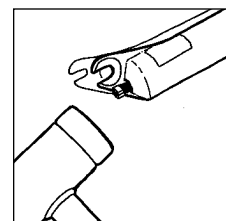

Fig. 5
3. Desserrez partiellement les boulons de tige avec une clé hexagonale de 6 ou 8 mm, donnez un coup ferme avec un maillet sur les boulons pour dégager les tiges du tube inférieur (Voir Fig. 5), et retirez complètement les boulons. Un flot d'huile venant du bain d'huile ouvert va couler du fond du tube inférieur quand vous allez retirer les boulons de tige. Utilisez un chiffon pour récupérer l'huile.